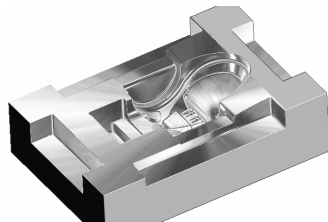

图 4-119 型腔底面精加工仿真切削结果
3) 在 PowerMILL “仿真控制”工具栏中单击“运行”按钮, 系统即进行型腔底面精加工仿真切削，其结果如图 4-119 所示。